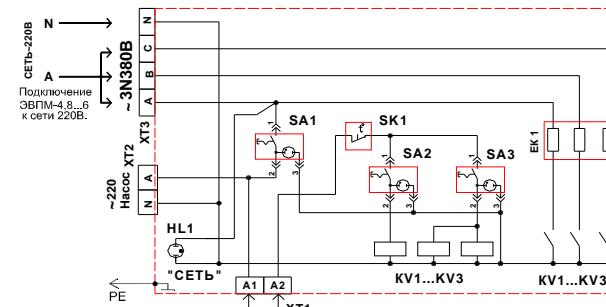

Рис. 3 ЭВПМ-4,8...12(3 реле, 3 нагревателя) Схема электрическая принципиальная.
7.6. Система с естественной циркуляцией (рис. 3) зависит от расположения водонагревателя (котла) и требует монтажа труб большого диаметра. Водонагреватель, с целью улучшения условий циркуляции воды в системе отопления, необходимо установить так, чтобы его нижний патрубок был ниже радиаторов отопления (нижней точкой всей системы отопления), что выполнить не всегда удается.